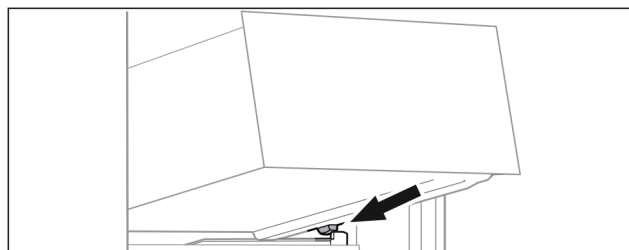

Fig. 83
- ▶ Nasad'te zásuvku šikmo za zarážky na žebrování na nádoby. (viz Fig. 83)